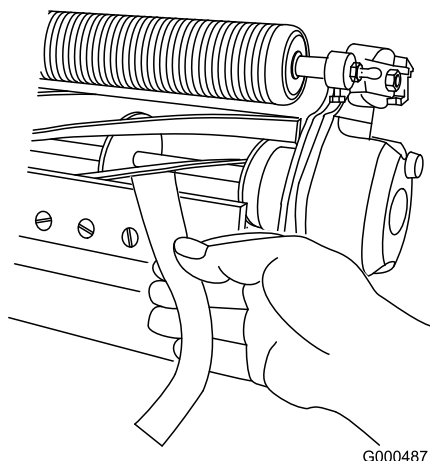

図 5
- B. 刃合わせチェックペーパーを、リールとベッドナイフとの間にに入れてベッドナイフに対して直角にセットし (図 5)、リール
11. 刃合わせチェックペーパー *Toro P/N* を、リールとベッドナイフとの間にに入れてベッドナイフに対して直角にセットし (図 5)、リールを **ゆっくり**と前転させる紙が切れれば適切。左右のベッドバー調整ボルトをそれぞれ1クリックだけ締め、もういちど紙を切るテストを行う。紙が切れるまでこれを繰り返す。